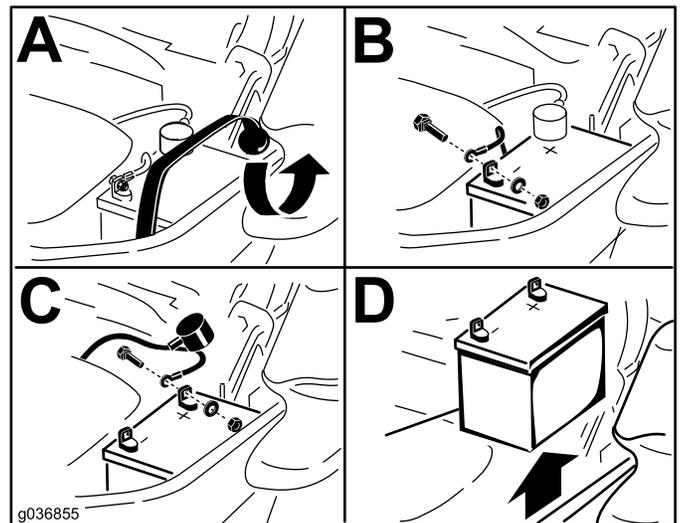

Figura 51
3. Retire la batería, según se muestra en Figura 51.
1. Coloque la batería en la bandeja, con los bornes frente al depósito de aceite hidráulico (Figura 51).
4. Fije los cables con 2 pernos, 2 arandelas, y 2 contratuercas (Figura 51).
6. Fije la batería con la correa de goma (Figura 51).